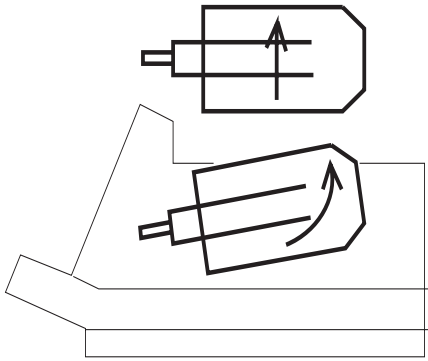

Bild 4-1. Entnehmen der Paddles
- Nehmen Sie die Paddles wie in Bild 4-1 gezeigt aus den Halterungen.